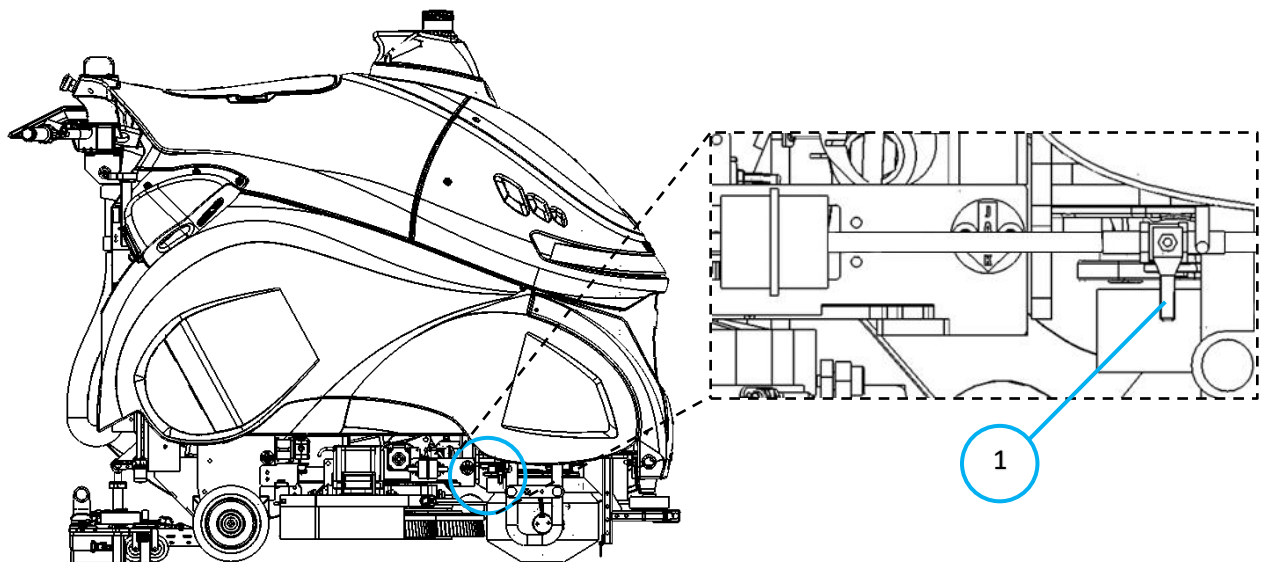

Fig. 2
4. Koppel de slang van het waterfilter los (Fig. 2 - 1).